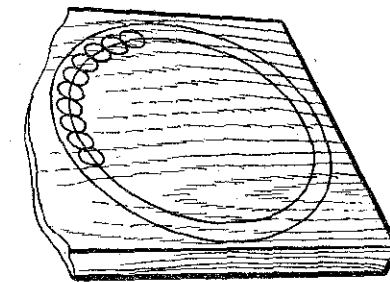

Рис. 47. Получение отверстия большого диаметра.
1. Разметить отверстие (рис. 47). Провести окружность ради-